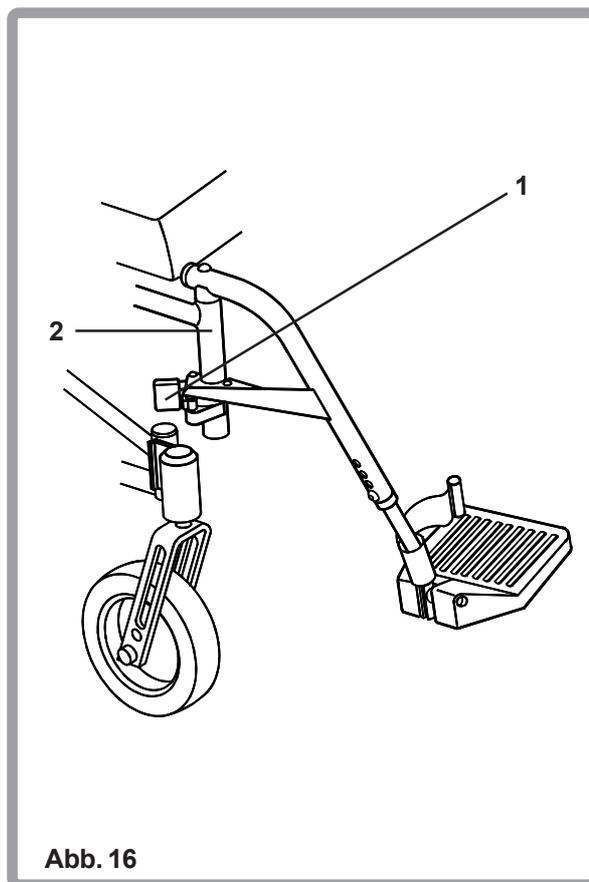

Abb. 16
Abschwenkbare Fusstützen gehören zur Standardausrüstung des Quickie TS (Abb. 16). Diese Fusstützen ermöglichen Ihnen ein einfaches Transferieren nach vorne.
Um die Fusstütze zu entfernen, drücken Sie den Auslösehebel (1) gegen den Rahmen (2), drehen die Fusstütze gegen aussen ab und ziehen sie hoch (Abb. 16).